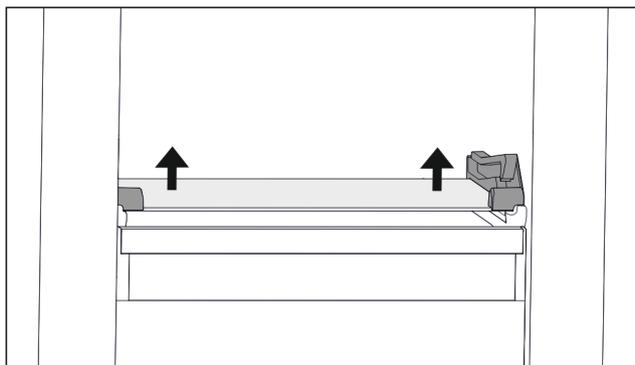

Fig. 59 Tablette en verre du tiroir basculable
- ▶ Appuyer des deux côtés sur la tablette en verre de bas en haut. (voir Fig. 59)